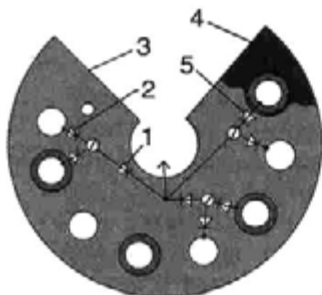

Рис. 8.3.4. Выпрямительный блок:
– проверить исправность диодов выпрямительного блока. При этом следует учесть, что в шинах запрессованы диоды различной полярности (рис. 8.3.4).